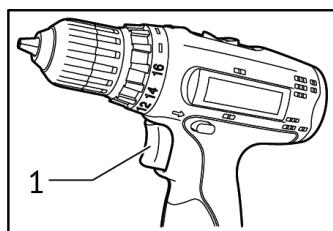

рис.3
-для включения/выключения дрели используйте клавишу выключателя (рис.3 поз.1);
муфты крутящего момента (рис.3 поз.3) в положение «СВЕРЛО». В этом положении расцепляющая муфта редуктора будет отключена. При работе в режиме сверления в Вашем распоряжении будет максимально возможный крутящий момент;